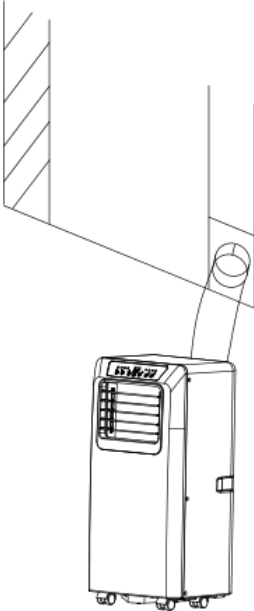

Fig. 6
- 2) Monte el tubo flexible de escape y ajuste la posición de la ventana de forma adecuada, tal como se muestra en las figs. 6 y 6a.